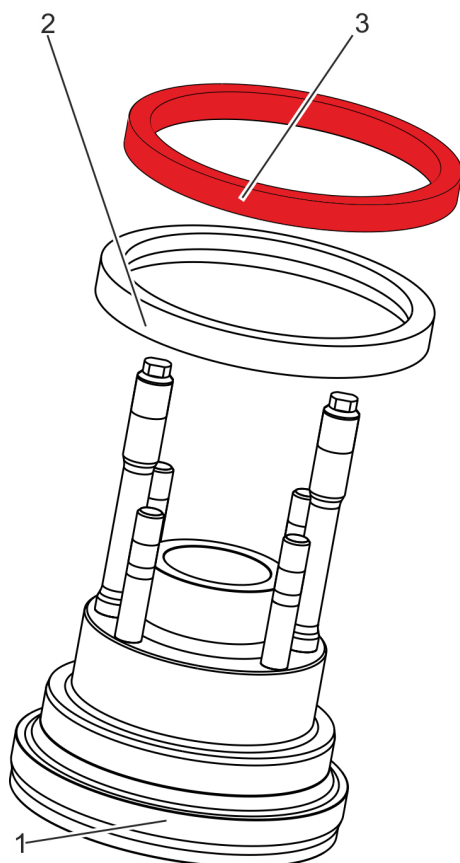

Fig. 30: Retirar el anillo de apoyo y la junta anular
11.▶ Saque el anillo de apoyo (Fig. 30/3) de la tapa (Fig. 30/1) hacia arriba.
12.▶ Saque la junta anular (Fig. 30/2) de la tapa (Fig. 30/1) hacia arriba.